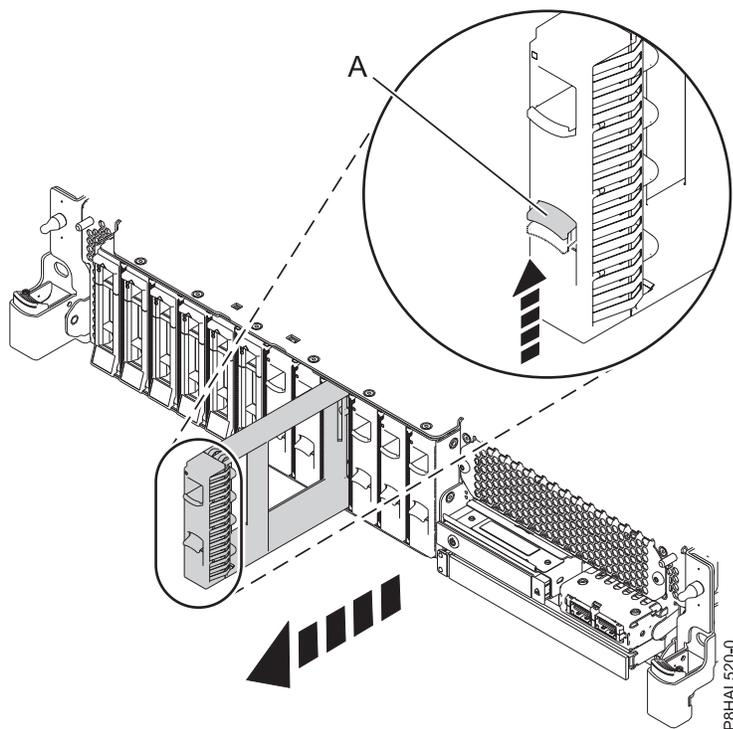

Figure 3. Retrait d'un obturateur d'unité de disque d'un système à fonction de base
a. Appuyez sur le verrou (A) situé sur la poignée de l'obturateur dans la direction indiquée à la figure 3.